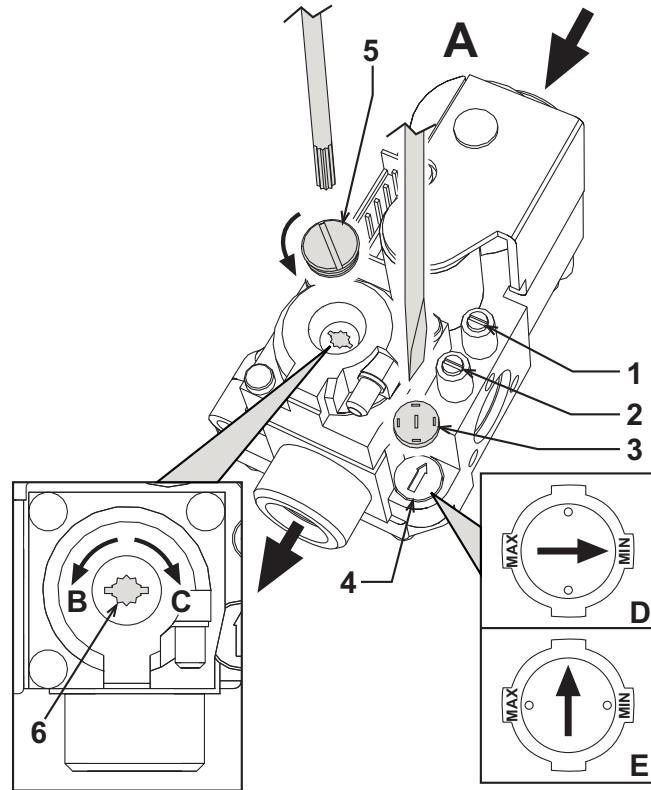

рис. 17 - Регулирование давления
На котле PEGASUS D можно регулировать тепловую производительность топки и, следовательно, тепловую мощность, передаваемую воде системы отопления; это делается исключительно путем регулировки основной горелки с помощью газового вентиля (см. рис. 17). На графиках, приведенных в параграфе сар. 5.2, показано изменение передаваемой воде тепловой мощности в зависимости от изменения рабочего давления горелки. Возможность приведения мощности котла в соответствие с реальными потребностями отопления означает, прежде всего, снижение потерь и экономию топлива. Кроме того, при регулировке мощности, регламентированной также стандартом, котлы сохраняют значения КПД и характеристики горения почти без изменений.
- С помощью небольшой отвертки снимите защитный колпак 5 вторичного привода газового вентиля рис. 17.
- Подключите манометр к клемме давления 2 (рис. 17), расположенного после газового вентиля, затем переведите ручку терmostата котла на максимум.
- Регулируйте давление с помощью винта 6 (рис. 17) на желаемое значение, руководствуясь диаграммами, приведенными в параграфе сар. 5.2.
- Снимите с газового вентиля маленький защитный колпак 3 (рис. 17). С помощью маленькой отвертки регулируйте "СТУПЕНЬ" розжига на основании выбранного для работы газа (G20-G25 положение D рис. 17 или G30-G31 положение E рис. 17); установите на место защитный колпачок.
- Спустите воздух из газопроводных труб через штуцер отбора давления 1 газового вентиля (рис. 17).